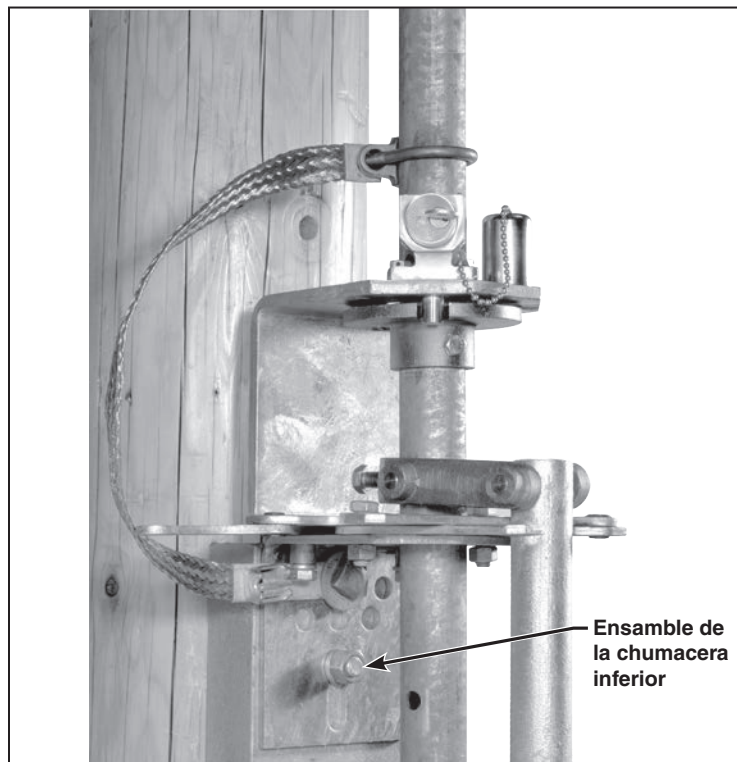

Figura 30. Fijación del ensamble de la chumacera inferior.
**PASO 30.** Atornille el ensamble de la chumacera inferior al poste en la posición que se muestra en el plano de montaje. Utilice uno de los pernos de montaje para fijar un extremo de la tira de conexión a tierra (la tira con el conector para conexión a tierra) al ensamble de la chumacera inferior. Ver Figura 30. Las recomendaciones de conexión a tierra pueden diferir de los procedimientos estándar de operación y seguridad de ciertas compañías eléctricas. Donde exista una discrepancia, se aplican los procedimientos de operación de la compañía eléctrica.